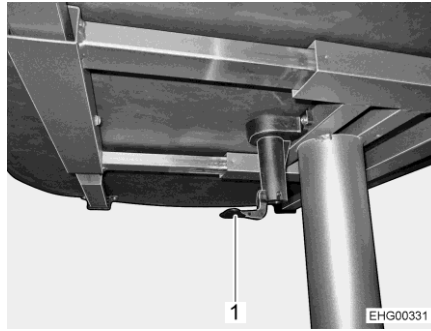

Fig. 72 Mesa elevadora
- Plegar la palanca del bloqueo central de la mesa (Fig. 72,1) hacia abajo.